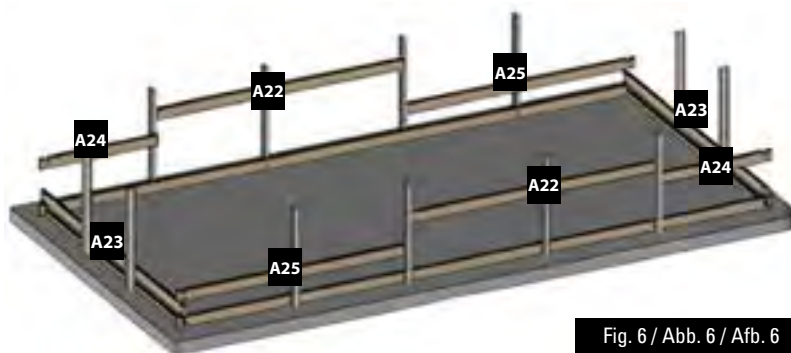

Fig. 6 / Abb. 6 / Afb. 6
**EN 2nd LAYER OF BOARDS:** • Install the second layer of boards as shown in figure 6. • There is a wooden wedge in the structure packet to correctly assemble the boards. • Never directly hit against the boards. You would damage the pegs and would weaken the structure. Do not hit them with anything metallic. This would inevitably damage the wood. • Try to correctly assemble the boards right from the start. There should not be any space between each layer of boards to avoid maladjustment of the higher boards.
**FR 2ÈME RANGÉE DE MADRIERS :** • Positionnez les madriers de la deuxième rangée conformément à la figure 6. • De manière à emboîter correctement les madriers, une cale en bois est à votre disposition dans le colis de structure. • Ne pas taper directement sur les madriers. Cela abîmerait les languettes et nuirait à la solidité de la structure. • Ne pas frapper avec une pièce métallique. Cela détériorerait le madrier irrémédiablement. • Veillez à emboîter bien à fond les madriers dès le départ. Il ne doit pas y avoir d'espace entre chaque rangée pour éviter un décalage au niveau des madriers supérieurs.
**DE 2. BRETTERREIHE:** • Platzieren Sie die Bretter der zweiten Reihe laut Abb. 6. • Um die Bretter richtig anbringen zu können, finden Sie einen Holzkeil im Paket des Tragwerks. • Nicht direkt auf die Bretter klopfen. Das würde die Zapfen und die Festigkeit des Tragwerks beschädigen. • Nicht mit einem Metallteil darauf klopfen. Es würde das Holz unabänderlich beschädigen. • Versuchen Sie, die Bretter von Anfang an tiefgehend ineinander zu fügen. Zwischen den Reihen darf kein Platz sein, um eine Fehlanpassung der oberen Bretter zu vermeiden.
**NL 2ª RIJ PLANKEN:** • Plaats de planken van de tweede rij zoals aangegeven op afbeelding 6. • Om de planken correct te assembleren, zit er een houten wig in het pakket van het frame. • Sla niet direct op de planken. Daardoor gaan het profiel kapot en wordt de stevigheid van het frame ondermijnd. • Sla er niet direct op met metaal. Hierdoor raakt het hout onherstelbaar beschadigd. • Zorg ervoor dat de planken vanaf het begin stevig op elkaar aansluiten. Er mag geen ruimte tussen de rijen overblijven, om te voorkomen dat de bovenste houtdelen onregelmatig uitkomen.